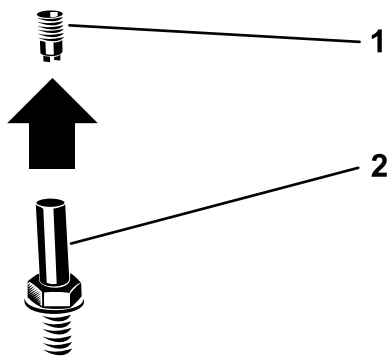

Figura 5
2. Retire el conector de la baliza de la base de la baliza (Figura 5).